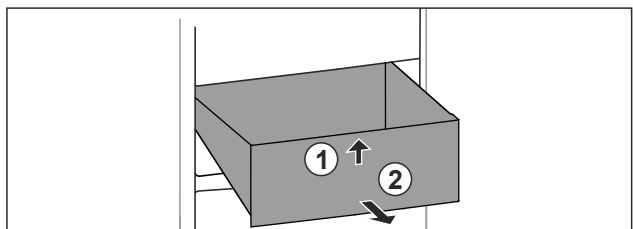

Fig. 136
- ▶ Sollevare il cassetto dal davanti. Fig. 136 (1)
- ▶ Rimuovere il cassetto tirandolo in avanti. Fig. 136 (2)